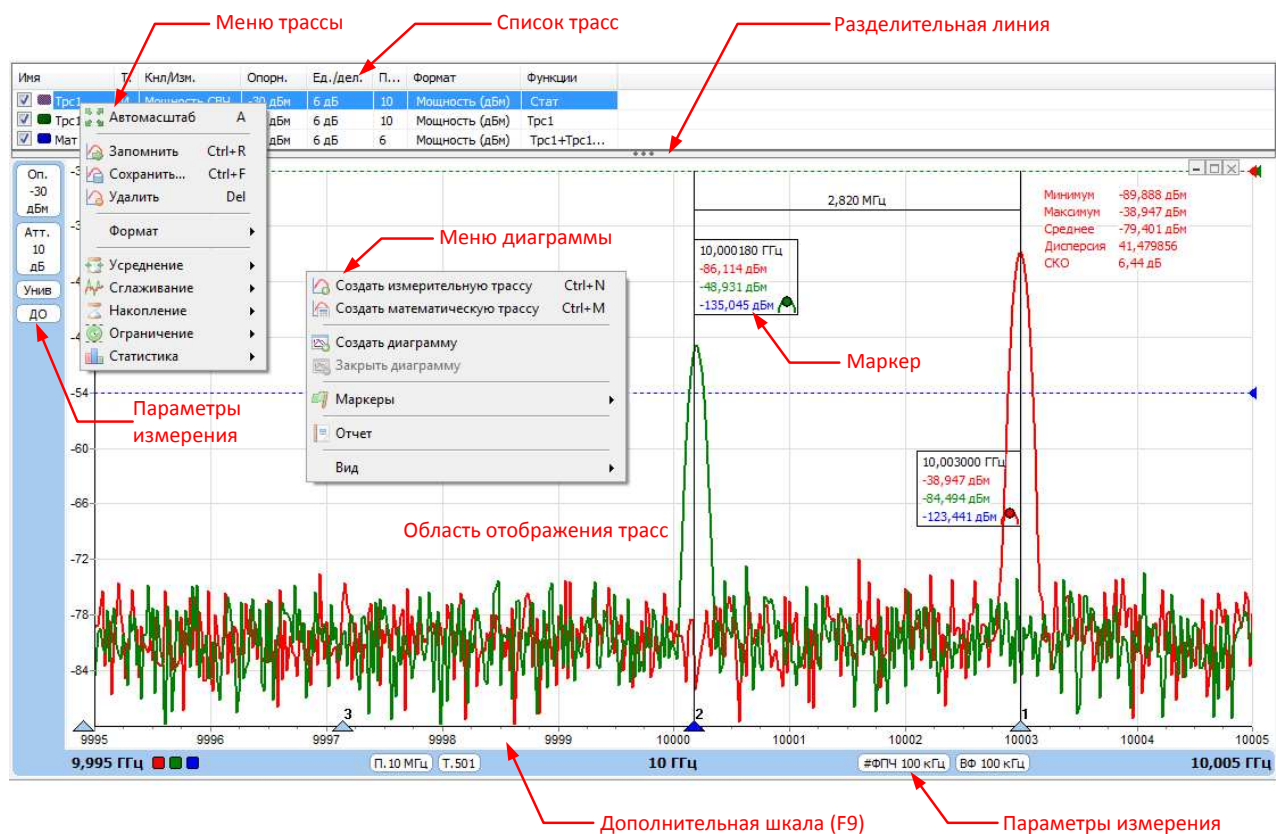

Рисунок 4.11 – Диаграмма
*Диаграмма* (рисунок 4.11) – окно, содержащее область отображения трасс с координатными осями (вертикальной и горизонтальной шкалами) и сеткой, список трасс, а также некоторые вспомогательные индикаторы. *Трассами* называются графики в области отображения трасс, представляющие собой последовательность точек данных, соединённых линией. Существуют следующие типы трасс: *измерительная трасса* – отображает измеренные и обработанные данные, получаемые в процессе сканирования анализатора; *математическая трасса* – отображает результат поточечной арифметической операции над имеющимися трассами – сложение, вычитание, умножение и т. п.; *трасса памяти* – ранее запомненная трасса (любого из типов). *Список трасс*, расположенный в верхней части диаграммы, представляет собой таблицу, содержащую перечень всех трасс диаграммы и основные их атрибуты. *Маркеры* – небольшие окна с вертикальной линией, перемещаемые в области построения трасс, содержащие численные значения трасс. Маркеры способны по заданному критерию находить особые точки на трассе, вычислять вторичные измеряемые параметры (такие как полоса частот, разность уровней и т. п.), выполнять статистическую обработку.